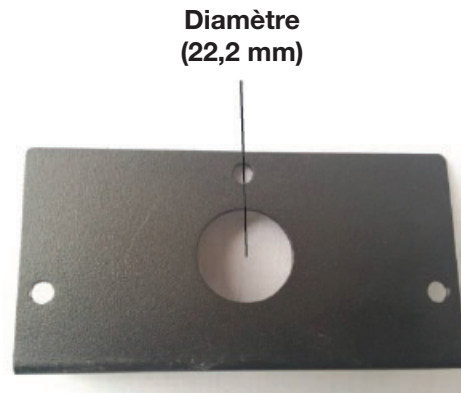

Fig. 2
3. Trouver la nouvelle plaque de recouvrement (**Fig. 2**) (fournie). Perforer le trou de 22,2 mm et installer un connecteur de boîte à travers la boîte de dérivation. Refermer la pince du connecteur de boîte autour des fils électriques.